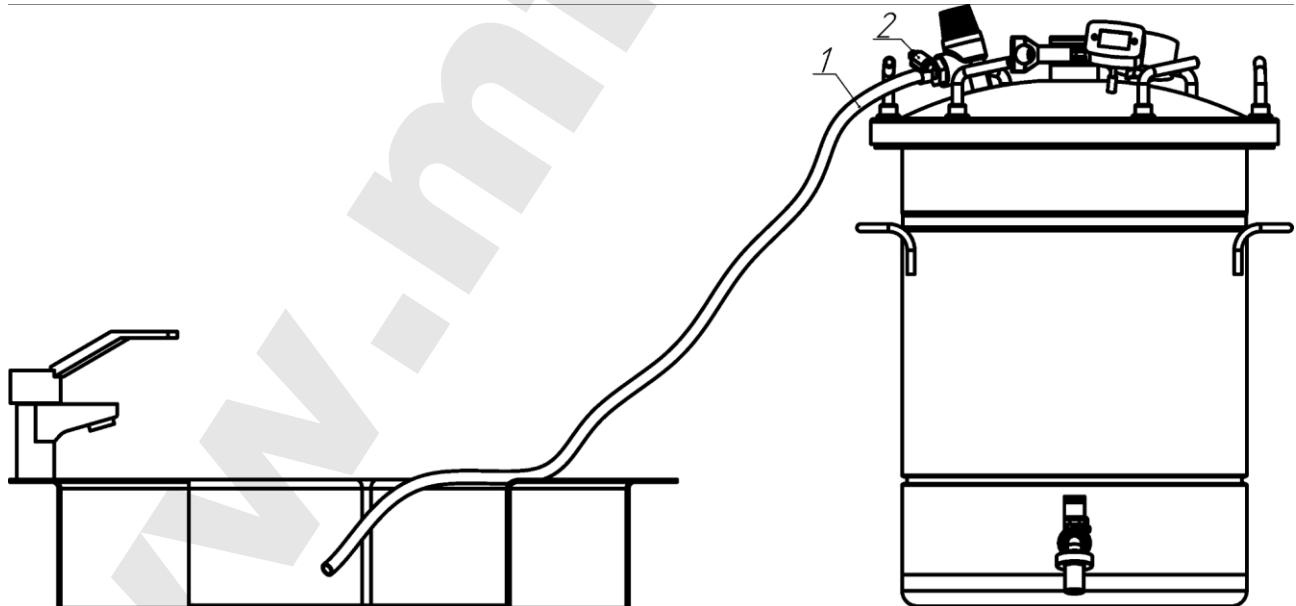

Рисунок 2 — Установка шланга для выхода избыточного давления (горячего пара) из автоклава.
- установить в верхнюю часть бака силиконовую прокладку (6);
- накрыть автоклав крышкой (5) и плотно зафиксировать её с помощью винтов (16) (6 шт.);
- на штуцере «ёлочка» (11) клапана сброса избыточного давления (10) с помощью хомута зафиксировать шланг;
- с помощью шланга соединить штуцер (11) с термостойкой емкостью (кухонная раковина, иные металлические ёмкости, термостойкий пластик и т.п.) (Рисунок 2).